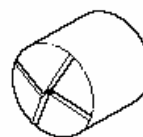

Рис. 19
- убедитесь, не пользуясь ни булавкой, ни каким-либо иным острым предметом, а слегка постукивая указательным пальцем, что бензин или керосин свободно проходят через отверстие форсунки, (см. рис. 20), и что насечки совершенно чистые (см. рис. 19).